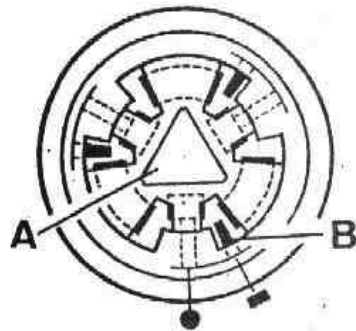

Fig. G2-5 Sección horizontal de la válvula de control
- 1.2. La conducción mecánica se realiza mediante el arrastre de las tres carras en forma de triángulo que dispone el rotor, A (Fig. G2-5), las cuales se apoyan en otras tantas de la misma forma que dispone el conjunto estator, B, de la válvula de estrella, de modo que los muelles flejes quedan liberados de los incrementados esfuerzos normales que se producen en la conducción mecánica.